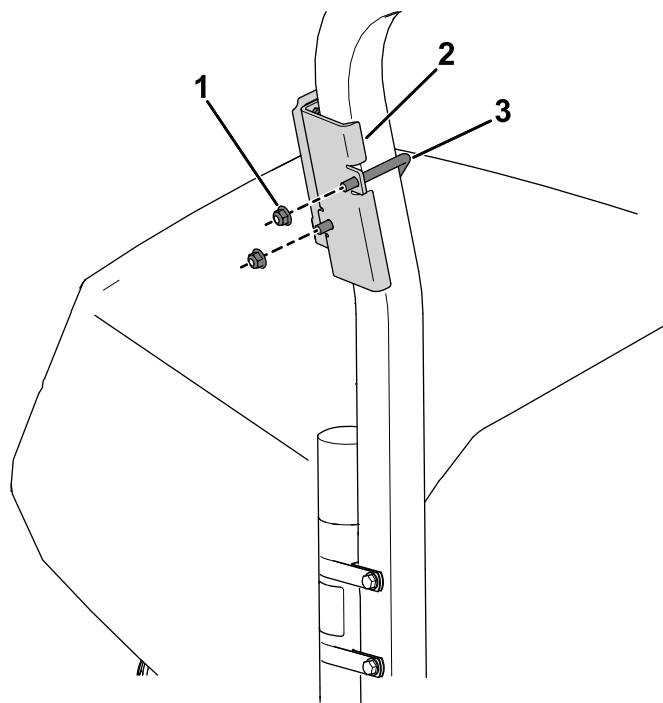

Figura 7
2. Utilize um parafuso em U e dois parafusos flangeados (3/8 pol.) para prender o suporte do dispositivo à área acima do tubo manual da barra de segurança (Figura 7).